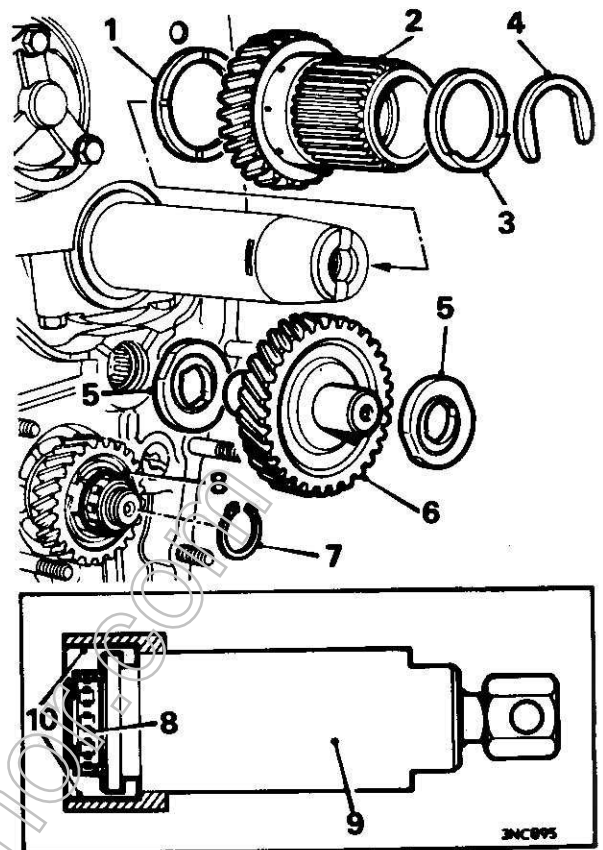

Fig. A.29
3. Staccare la rosetta reggispira posteriore e l'anello di bloccaggio dell'ingranaggio primario Fig. A.29.
4. Estrarre l'ingranaggio primario. Fig. A.29.
6. Con l'attrezzo 18G 1004 rimuovere l'anello elastico che blocca il cuscinetto a rullini dell'albero d'uscita. Fig. A.29.
7. Estrarre il cuscinetto a rullini con gli attrezzi 18G 705 e 18G 705C. Fig. A.29